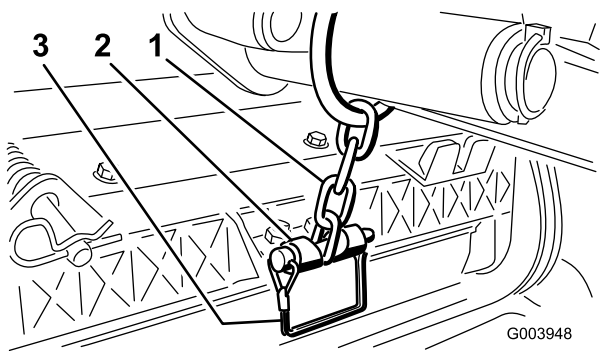

Figura 12
12. Sujete la cadena del brazo de elevación al soporte de la cadena con el pasador de seguridad (Figura 12). Utilice el número de eslabones indicado en el *Manual del operador* de la unidad de corte.